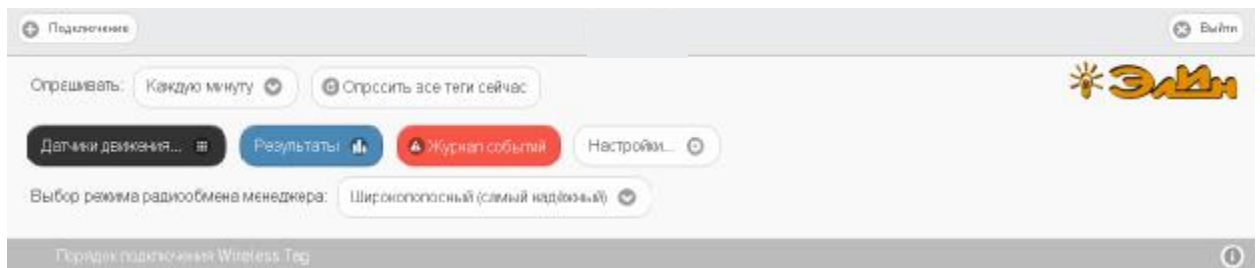

Рисунок 2.18 – Разводящее окно веб-сервиса WST_WebUI.
Сразу после регистрации первого менеджера открывается главное окно сервиса WST_WebUI или, по-другому, *разводящее* окно (см. рисунок 2.18). Из этого окна также производится непосредственно подключение беспроводных тегов к конкретному менеджеру.
1) Нажмите кнопку [Подключение], находящуюся в левом верхнем углу разводящего окна (см. рисунок 2.18), в результате на экран выводится окно “Подключение беспроводного тега”;